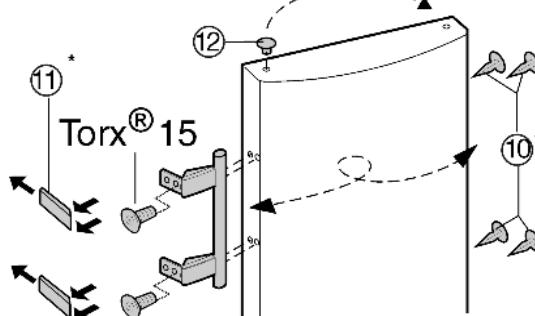

Fig. 9
- Извлеките пробку Fig. 9 (12) из опорной втулки дверцы и переставьте.
- Снимите и переставьте на противоположную сторону дверную ручку, пробку Fig. 9 (10) и прижимные пластины Fig. 9 (11).